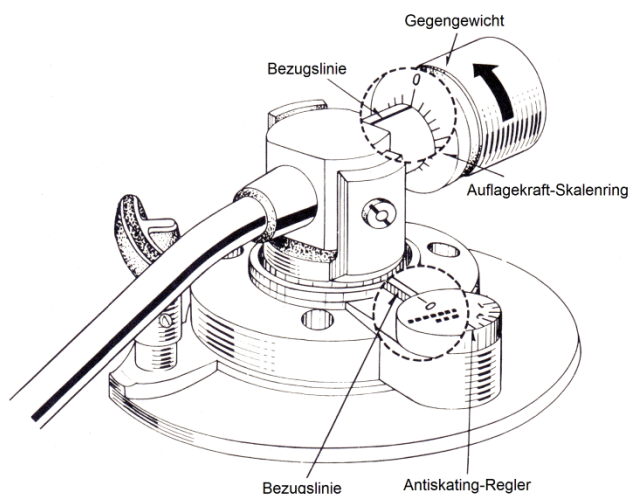

Abb. 9 Nulleinstellung "0"
- (1) Den Netzschalter einschalten (ON )
- (2) Eine der Geschwindigkeitswahltasten, "33" oder "45", drücken. Der Tonarmlift muß sich in gesenkter Stellung befinden. Schalten Sie dann den Netzschalter wieder aus.
- (3) Drehen Sie den Antiskating-Regler so, daß "0" mit der Bezugslinie übereinstimmt (Abb. 9).
- (4) Die Nadelabdeckung vom Tonabnehmer abnehmen.
Das Gegengewicht laut Abb. 9 in Pfeilrichtung drehen.